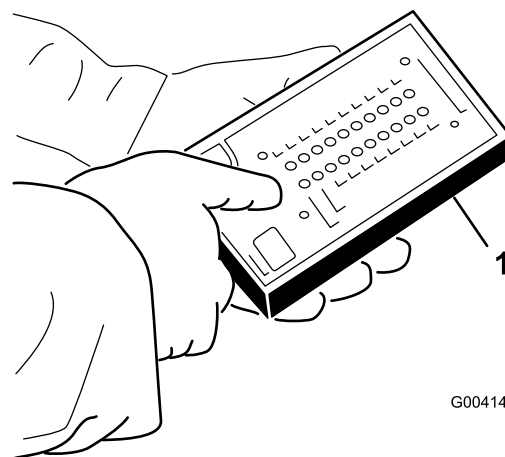

Figura 22
4. Ligue o conector do visor ACE de diagnóstico ao conector de diagnóstico (Figura 22).